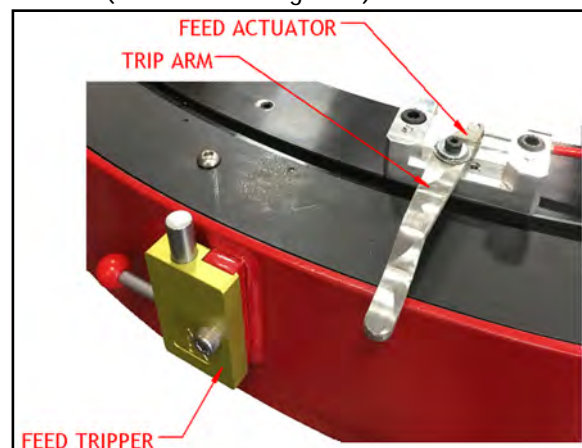

ABBILDUNG 3-12. POSITION DER VORSCHUB-MITNEHMER
1. Installieren Sie die Vorschub-Mitnehmer nach Bedarf (siehe Abbildung 3-12).